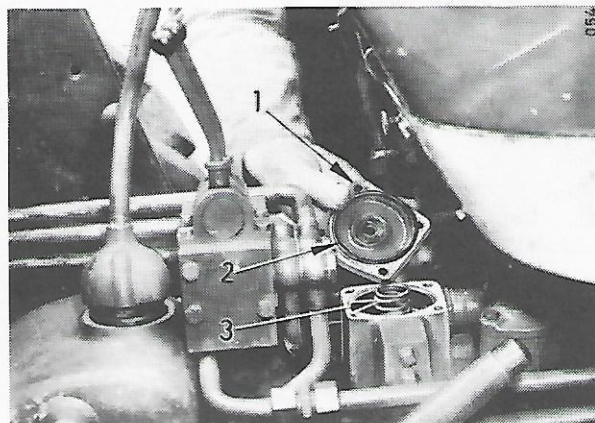
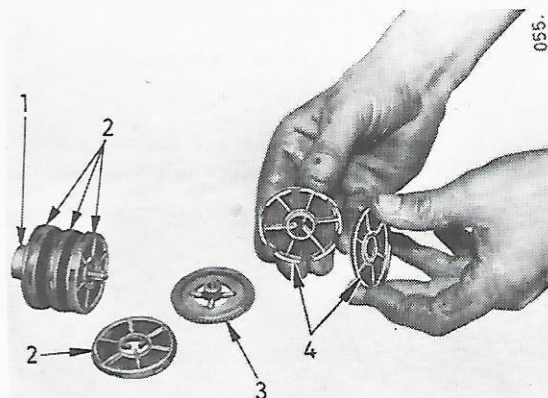

Fig. 66
Fig. 67
La transmission avec Amplimatic est équipée d'un filtre final de type à sections, fig. 66. Les sections du filtre (2, fig. 67) sont disposées sur une vis de guidage centrale et maintenues par deux couvercles (1 et 3). Chaque section est en fait un petit élément composé de deux disques (4)
Lorsque vous enlevez les quatre boulons de fixation, prenez soin de maintenir le couvercle du filtre contre le ressort (3; fig. 66). Retirez l'élément du filtre et le couvercle inférieur (3, fig. 67). Faites glisser les sections (2) pour les dégager de la vis de guidage et démontez-les (4).